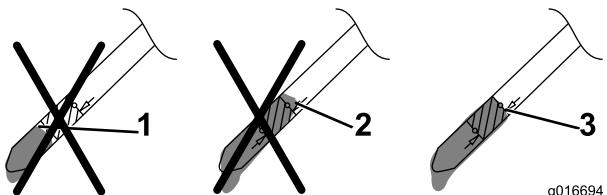

Figure 7
5. Sortez de nouveau la jauge et vérifiez le niveau d'huile ; voir Figure 7.
- Si le niveau d'huile est trop bas, ajoutez **lentement** une petite quantité d'huile dans le tube de remplissage, puis répétez les opérations 3 à 5 jusqu'à ce que le niveau d'huile soit correct, comme montré à la Figure 7.
- Si le niveau d'huile est trop bas, ajoutez **lentement** une petite quantité d'huile dans le tube de remplissage, puis répétez les opérations **3 à 5** jusqu'à ce que le niveau d'huile soit correct, comme montré à la Figure 7.